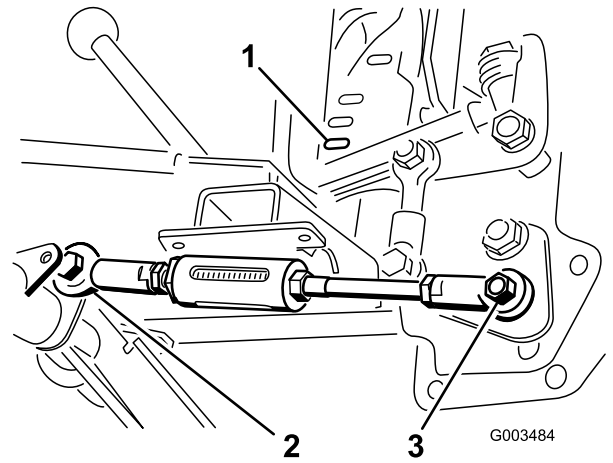

图 8
6. 移动升降手柄直到球窝接头中的孔与枢轴管上可调杆右侧的孔对齐然后使用一个螺栓 $\frac{1}{2} \times 1\frac{1}{2}$ 英寸和一个锁紧螺母 $\frac{1}{2}$ 英寸固定如图 8 所示。